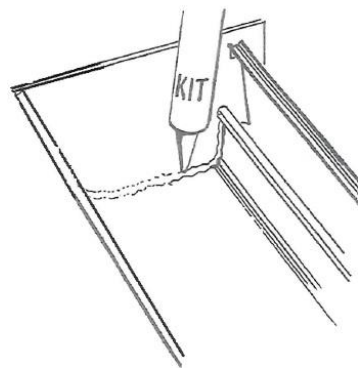

Abb. 10
1.20 Dichten Sie die Innenseite der Rinne und Seitenkappen mit Silikon ab. Abb.: 10